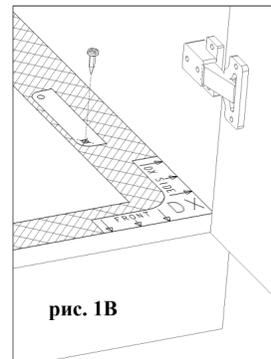

рис. 1В
1. E' possibile montare il portarifiuti sia a Destra che a Sinistra del cabinet (FIG.1): In caso di posizionamento a Sinistra, preparare il fissaggio al fondo del cabinet, utilizzando la dima come da FIG.1A: